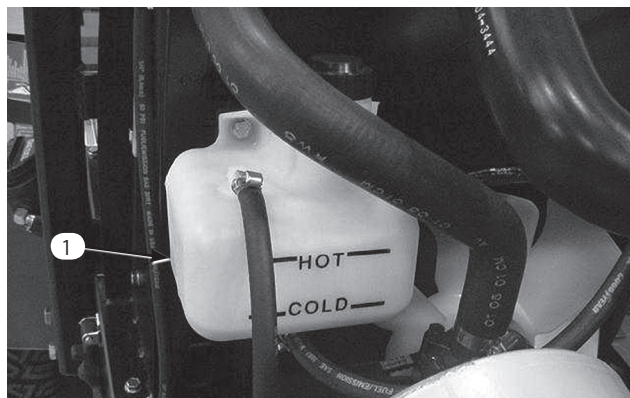

図16
1. 補助タンクの冷却水量を点検する（図16）。液量が2本のマークの間にあれば適正である。